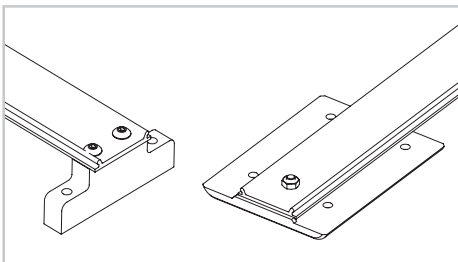

Abb. 6
- 5) Entfernen Sie die Schrauben und Muttern, an beiden Enden des Abdeckbandes (Abb. 6).